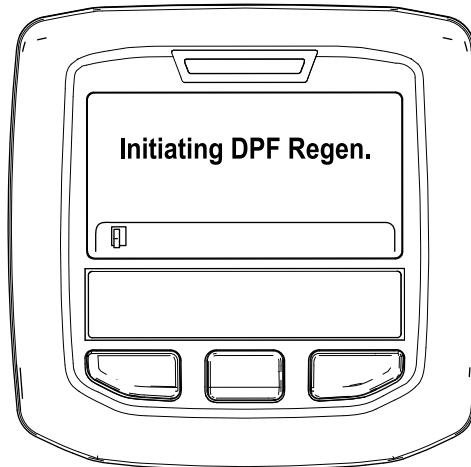

Figure 49
- A. Le message « Initiating DPF Regen. » (lancement régén. FAP) s'affiche (Figure 49).